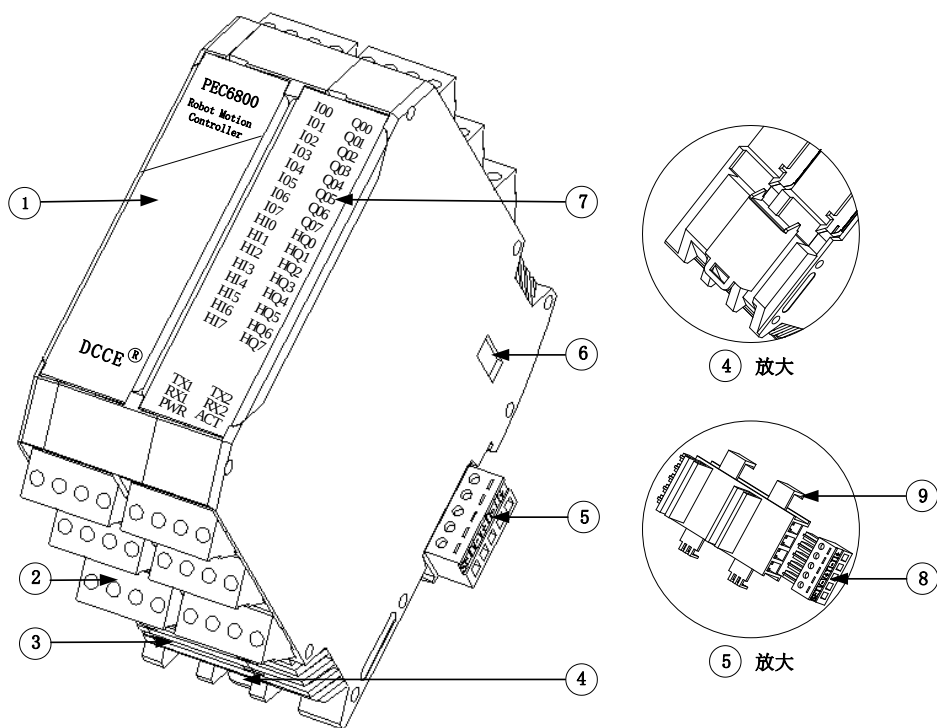

图 4-1-1 整体外观
PEC6800 主要由以下几部分组成：①型号贴：说明产品型号。②输入输出端子：输入输出与通信接线端子。③散热口：确保产品快速散热。④导轨卡扣：将控制器安装到 DIN 导轨上的夹具。⑤总线连接器：由电源端子⑧和连接器底座⑨组成。⑥拨码开关：进行硬地址设置、电池控制与工作/调试模式切换。⑦指示灯：指示设备运行状态。图 4-1-1 为产品整体外观图。